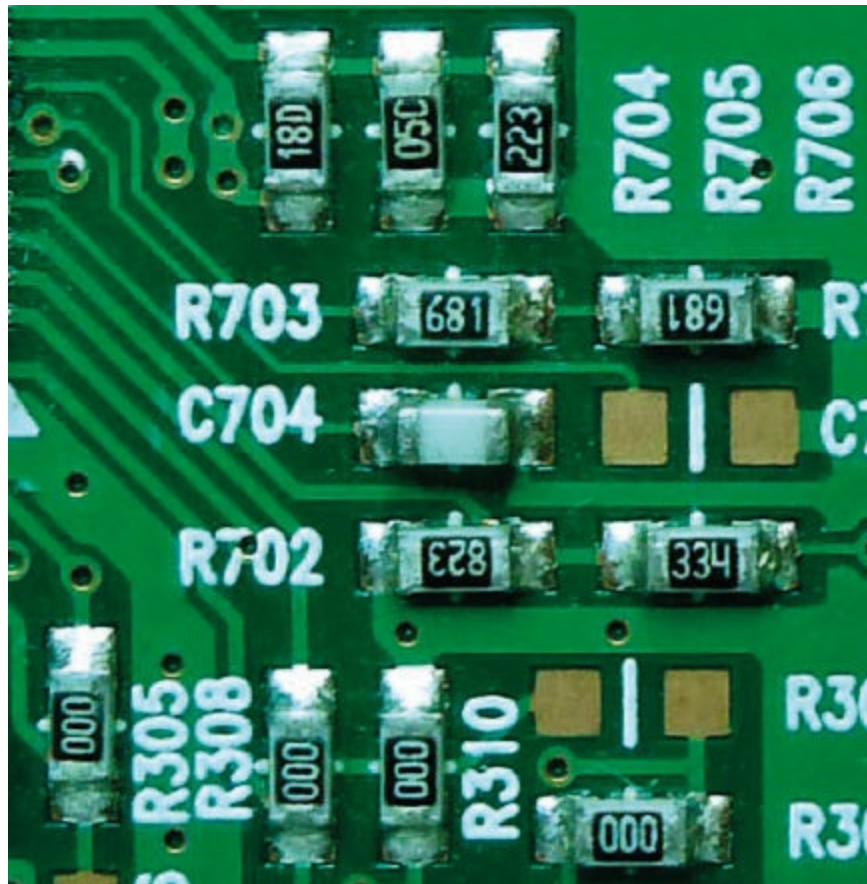

Figure 9-6. Différents marquages de résistances CMS
Sur la figure 9-6, on distinguera de gauche à droite et de haut en bas les codes 18D, 05C, 223, 681 (2), 823, 334 et 000 (4 fois), soit respectivement 150 k Ω , 11 k Ω , 22 k Ω , 680 k Ω (2), 82 k Ω , 330 k Ω et quatre résistances de valeur nulle (ponts de liaisons). Les tableaux de codification des composants sont fournis dans le chapitre 12.